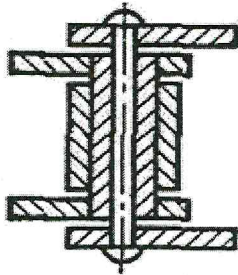

Рис. 12.
61. Как называется цепь, шарнир которой в разрезе изображен на эскизе (рис. 12)?